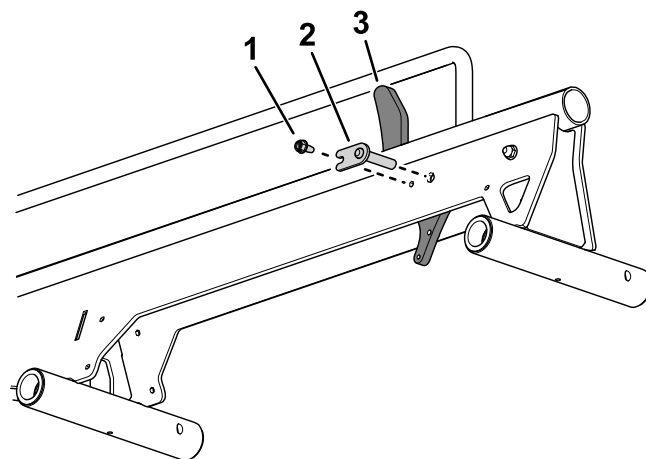

Bild 2
2. Befestigen Sie den Radanschlag mit einem Stift und einer Sechskantschraube an der Schienenbaugruppe (Bild 2)